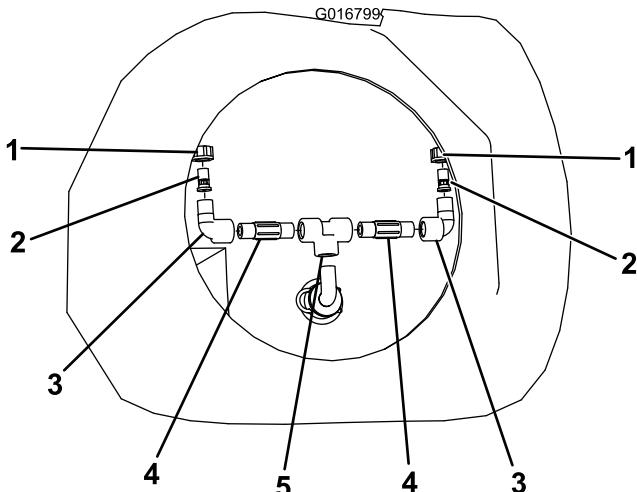

図1
- 各T字フィッティングにニップルを取り付ける（図1）。
- 各ニップルに攪拌ノズル1個とナット1個（1/2インチ）を取り付ける（図1）。